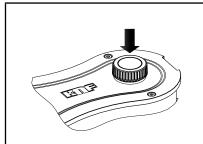

Fig.4: Attivazione/
- Attivare la pompa premendo il pulsante/manopola (vedere Fig. 1/3, vedere Fig. 4).
- Disattivare la pompa utilizzando il pulsante/manopola (vedere capitolo Fig. 4).